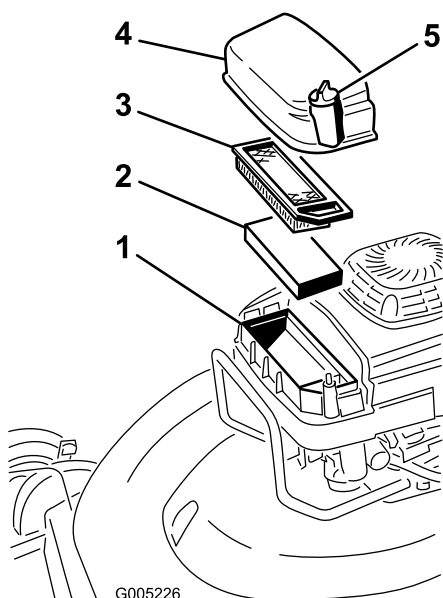

Figura 21
3. Togliete la vite di fissaggio dal coperchio del filtro dell'aria (Figura 21).
4. Togliete il coperchio e pulitelo accuratamente (Figura 21).
5. Togliete il filtro di carta dell'aria e gettatelo (Figura 21).